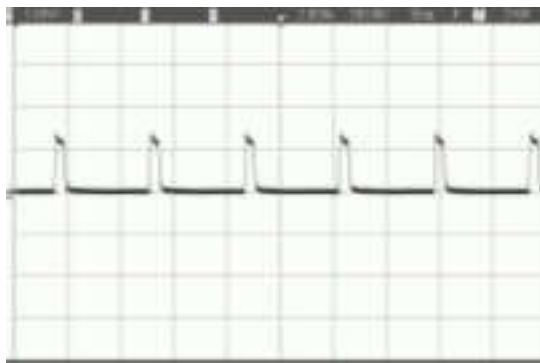

Рис. 4.11. Осциллограмма сигналов управления диодно – тиристорным модулем (200 мкс/дел; 1,0 В/дел).
Примерный вид импульсов управления диодно – тиристорным модулем представлен на рис. 4.11.
4.9.5. Выполнить п. 4.9.3. для каналов S и T. В случае, если на плате управления тиристорами один или несколько контрольных светодиодов не светятся, или осциллограмма сигналов управления какого-либо канала не соответствует рис. 4.11 или показания прибора при измерении сопротивления контактов колодки TB1 не соответствуют обрыву цепи - плата управления тиристорами считается неисправной и подлежит замене в соответствии с п. 5.12.